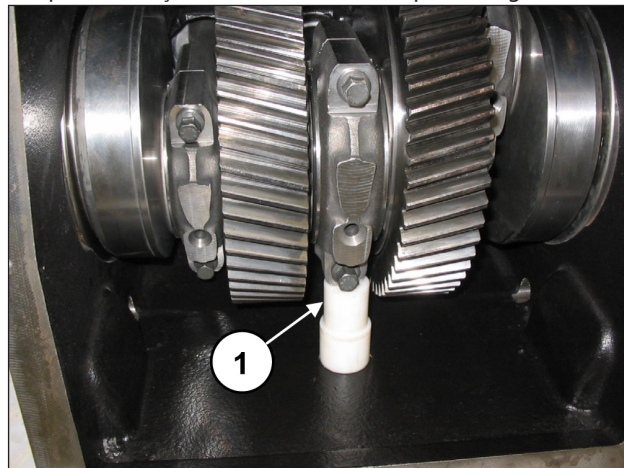

Fig. 85
Insira uma espessura sob o corpo da haste central para bloquear a rotação do eixo de manivela (pos. ①, Fig. 85).